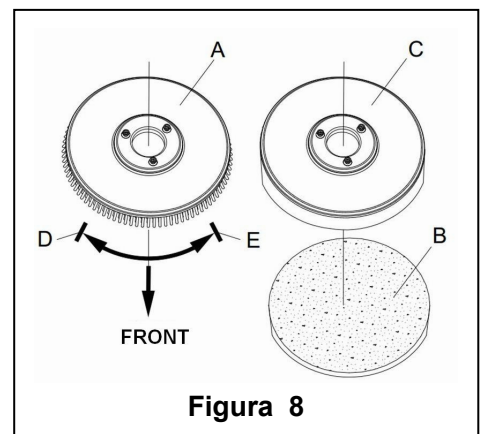

Figura 8
În funcție de tipul de pardosea care trebuie curățată, pe mașină se poate monta o perie (Figura 8, A) sau o bucată de material (Figura 8, B și C).
1. (Se aplică doar la tipurile **AS430B** și **AS510B**): verificați dacă conectorul (41) este pe poziția (O) deconectare.
2. Apăsați mânerul-bară (2) pentru a se ridica corpul rezervorului (26).
3. Puneți peria (A) sau suportul de material (B – C) în locaș.
4. Utilizați mânerul-bară (2) pentru a coborî corpul rezervorului (26) și a veni în contact cu peria sau suportul de material de curățare.
5. Pentru instalarea automată a periei / suportului de material, puneți comutatorul de alimentare cu electricitate (41) pe poziția "I" și apăsați butonul de siguranță (1). Împingeți ușor mașina înainte pentru a permite roții de la baza rezervorului să se alinieze cu peria sau cu suportul de material care în acest fel vor fi montate. Apoi degajați comutatorul de siguranță. Dacă e necesar, repetați procedura până când peria/ suportul pentru bucata de material este instalată.
6. Dacă pasul 5 de mai sus se dovedește a fi greu de realizat, utilizați metoda manuală urmărind săgeata (D) ce indică sensul pentru montarea periei / suportului de material (după cum se arată în Figura 8).
7. Pentru demontarea automată a periei /suportului de material, puneți comutatorul (41) alimentării cu curent pe poziția "O". Țineți cu mâna mânerul-bară și apăsați mașina în jos până cândroata de ghidaj atinge podeaua iar peria/ suportul de material e suspendată în aer. Puneți comutatorul de alimentare (41) pe poziția "I" și apăsați butonul de siguranță pentru a permite periei sau suportului de material să se rotească până ce cad pe podea.
8. Dacă pasul 7 de mai sus se dovedește a fi greu de realizat, folosiți metoda manuală, rotind peria /suportul de material în direcția opusă funcționării normale și în felul acesta se poate scoate. (așa cum se arată în **Figura 8**)